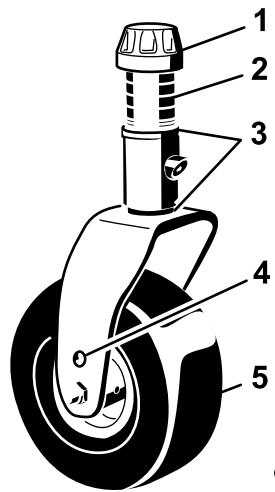
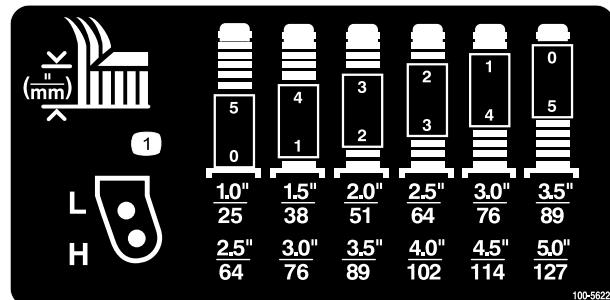

Figure 6
Figure 7
2. Placez les essieux des roues pivotantes dans les mêmes trous sur les deux fourches. Pour choisir les trous corrects pour la hauteur de coupe requise, reportez-vous à la Figure 6 et la Figure 7.
3. Enlevez le chapeau de tension de l'axe de pivot (Figure 6) et sortez l'axe du bras pivotant. Replacez les 2 cales (3 mm) sur l'axe de pivot dans leur position d'origine. Elles sont requises pour que les plateaux de coupe soient parfaitement de niveau sur toute la largeur. Placez le nombre requis d'entretoises de 13 mm sur l'axe de pivot pour obtenir la hauteur de coupe voulue, puis ajoutez la rondelle.
Pour déterminer les combinaisons d'entretoises requises pour les différentes hauteurs de coupe, reportez-vous à la Figure 7.